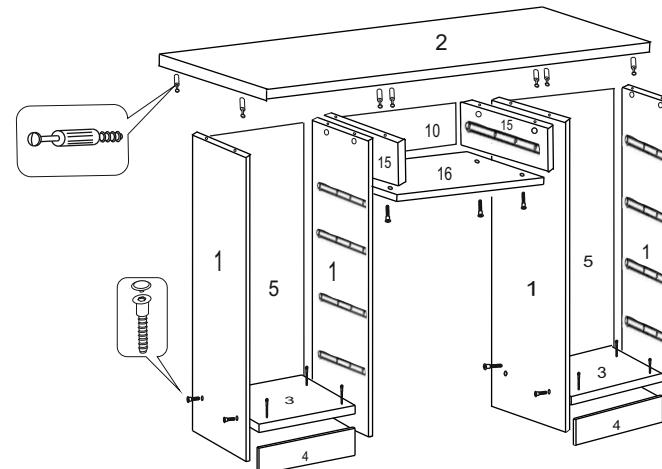

Рис.3 Сборка стола
В отверстия на крышке (дет.2) вверните винты минификса №1 рис.3.
Установите крышку (дет. №2) на ранее собранную конструкцию, вставив винты минификса №1 в отверстия с эксцентриками №2 и повернув эксцентрик по часовой стрелке до упора с помощью отвертки. рис.3.
2. Каждая направляющая состоит из двух съёмных, зафиксированных частей. Потому возьмите и отодвиньте ножку фиксатора вниз и аккуратно вытащите съёмную часть направляющей.(рис.3а).
3. Теперь у нас каждая направляющая состоит из двух съёмных частей (рис.3б). Съёмные части №1 крепятся к боковине ящика, а части №2 к боковине ниши, где будет ящик. Съёмная часть направляющей №1 крепится к боковой стенке ящика. У нас она крепиться посередине ящика на саморезы 3,5x15.(рис.3в).
- 7. Теперь как установить шариковые направляющие к боковине ниши. Передняя часть направляющей должна быть заглублена на 29 мм относительно края боковины ниши, на которую крепится направляющая (рис.3в).
рис.3а
рис.3б
рис.3в